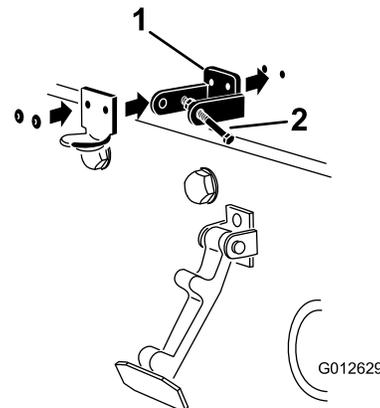

Figure 7
3. Aligned les trous de montage et positionnez le support du verrou CE et le support du verrou de capot sur le capot. Le support du verrou doit être appuyé contre le capot (Figure 7). Ne retirez pas le boulon et l'écrou du bras du support du verrou.
5. Rivez les supports et les rondelles sur le capot (Figure 7).